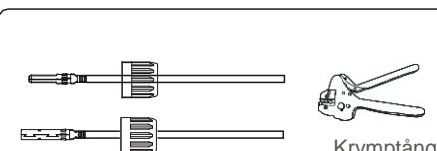

Bild 5.15 Anslut kontaktstiftet till kabeln
3. Anslut kontaktstiftet till kabeln med en ordentlig krymptång. (se bild 5.15)